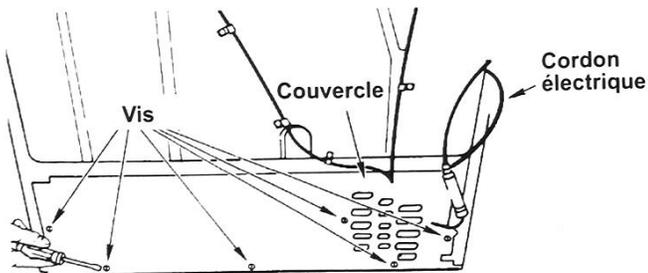

Figure 2
4. Déposer le couvercle du compartiment qui se trouve à l'arrière du réfrigérateur. Voir la Figure 2.